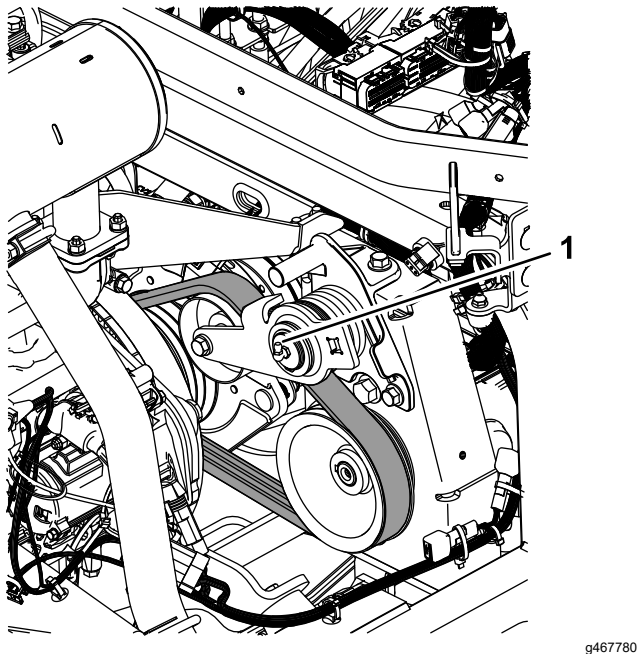

Figura 43
- Braccio di rinvio (Figura 43)